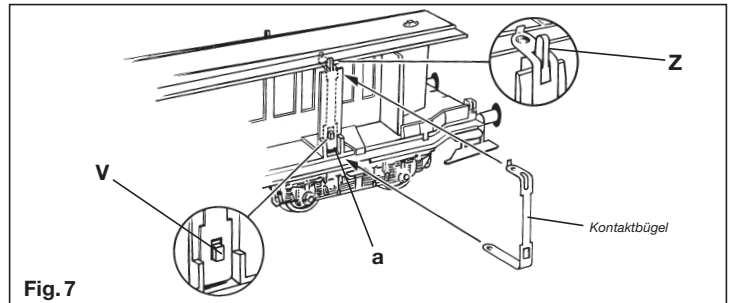

Fig. 7
7. An jeder Inneneinrichtung sind – je nach Wagentyp an verschiedenen Stellen – vier Aufnahmen für die Kontaktbügel vorhanden. Die Kontaktbügel sorgen für festen Halt des Lichtleiters auf der Inneneinrichtung und versorgen diesen mit Strom. Zuerst den Kontaktbügel locker unten in die Aussparung a der Inneneinrichtung einstecken, dann oben in den Zapfen Z einhängen (Fig. 7). Sodann Kontaktbügel ein wenig nach unten ziehen und am Vorsprung V einrasten.
7. Each set of internal works has – in different places depending on carriage type – four mountings for the contact bars. The contact bars ensure secure mounting of the optical fibre on the internal works, as well as supplying it with electricity. First loosely fit the contact bar at the bottom into recess **a** of the internal works, then hook it onto pin **Z** (Fig. 7). Pull the contact bar down a little and lock it onto step **V**.
7. Chaque garniture intérieure présente – à différents endroits selon le modèle – quatre places pour les étrières de contacts. Les étrières de contacts maintiennent la platine conductrice sur la garniture intérieure et en assure l'alimentation électrique. Disposez en premier lieu l'étrier dans l'évidement **a** et accrochez au tenon **Z** (Fig. 7). Tirez légèrement l'étrier vers le bas et fixez sur la partie en saillie **V**.